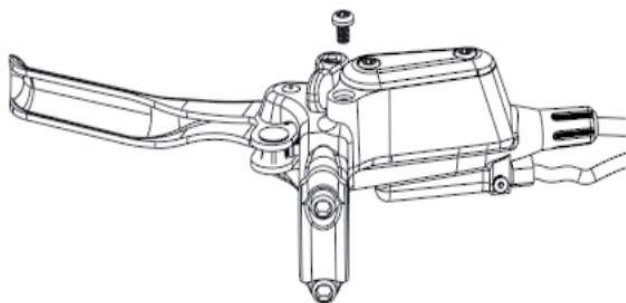
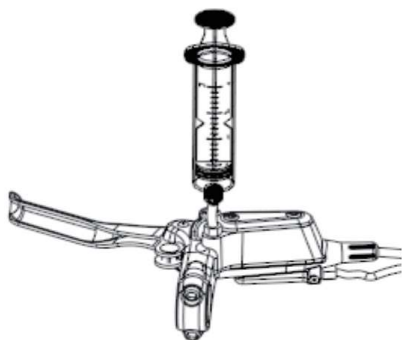

Figure 5-1 Retirez la vis de remplissage d'huile du frein à disque
Figure 5-2 Insérez le raccord de remplissage d'huile dans le corps du frein à disque
- ① Tout d'abord, placez le réservoir d'huile de frein à disque parallèle au sol, puis utilisez une clé Torx T15 pour retirer la vis d'étanchéité du réservoir d'huile et vissez le mamelon d'huile M6 (comme indiqué sur la figure 5-1).
- ② Placez le tuyau transparent sur l'extrémité supérieure de la buse d'admission d'huile M6 et connectez l'autre extrémité du tuyau au tuyau en plastique.
- ③ Utilisez le tuyau transparent connecté à la seringue d'admission d'huile pour absorber une quantité appropriée d'huile de frein du réservoir de stockage d'huile. Assurez-vous qu'il n'y a pas de bulles dans le tuyau, puis placez-le dans la buse d'admission d'huile du corps principal (comme indiqué sur la figure 5-2).